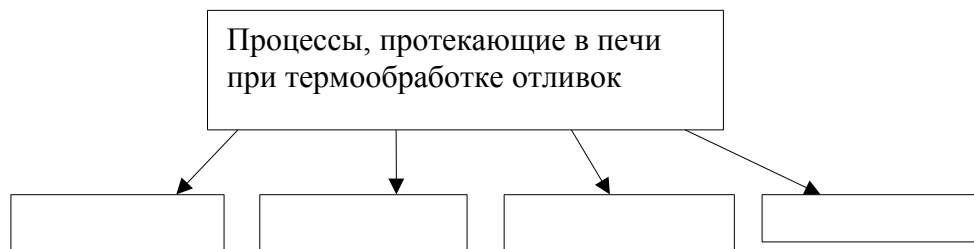

Рисунок 9 - Процессы, протекающие в печи в период нагрева
**Задание 1.** Составить схему (рис. 9) процессов, протекающих в печи в период нагрева.